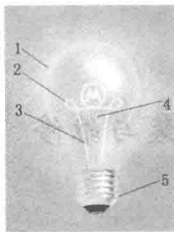

图 1-2 白炽灯构造
(1) 白炽灯构造和文字符号如图 1-2 和图 1-3 所示。白炽灯按其出线端区分,有螺口式(图 1-4)和插口式(图 1-5)两种。
(2) 白炽灯的缺点是其热发光只有极少一部分转化为有用的光能,其寿命跟灯丝的温度有关,一般寿命在 1 000h 左右,且颜色单一。